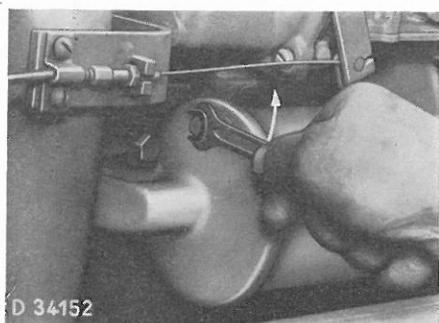

fig. 181 Purge du filtre à huile
- f) Mettre le moteur en marche; dévisser la vis de purge du filtre à huile jusqu'à ce que l'huile de graissage coule **sans bulles d'air**, resserrer ensuite la vis (fig. 181).